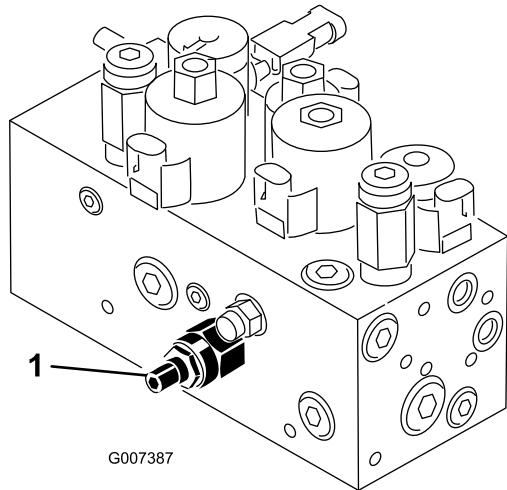

Figura 55
Il circuito di sollevamento/abbassamento degli apparati di taglio della macchina è dotato di una valvola di regolazione del flusso (Figura 55). Questa valvola viene preregolata in fabbrica, ma è talvolta necessario regolarla per compensare i dislivelli delle temperature dell'olio idraulico, delle velocità di tosatura, ecc. Se necessario, regolate come segue:
1. Alzate il sedile e individuate la valvola di regolazione del flusso per il telaio di trazione centrale (Figura 55), situata accanto al collettore idraulico.